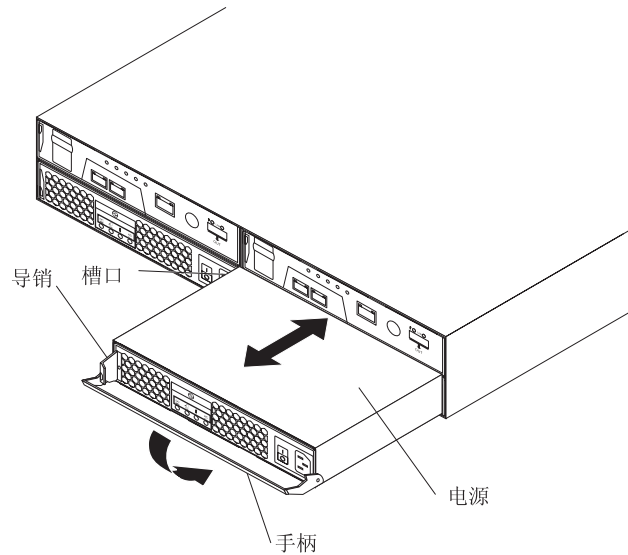

图 42. 更换电源设备
要更换电源设备，请完成以下步骤。第 79 页的图 42 显示了如何卸下和插入部件。
11. 从机架中缓缓拉出手柄，将电源设备从机架中卸下，如第 79 页的图 42 所示。